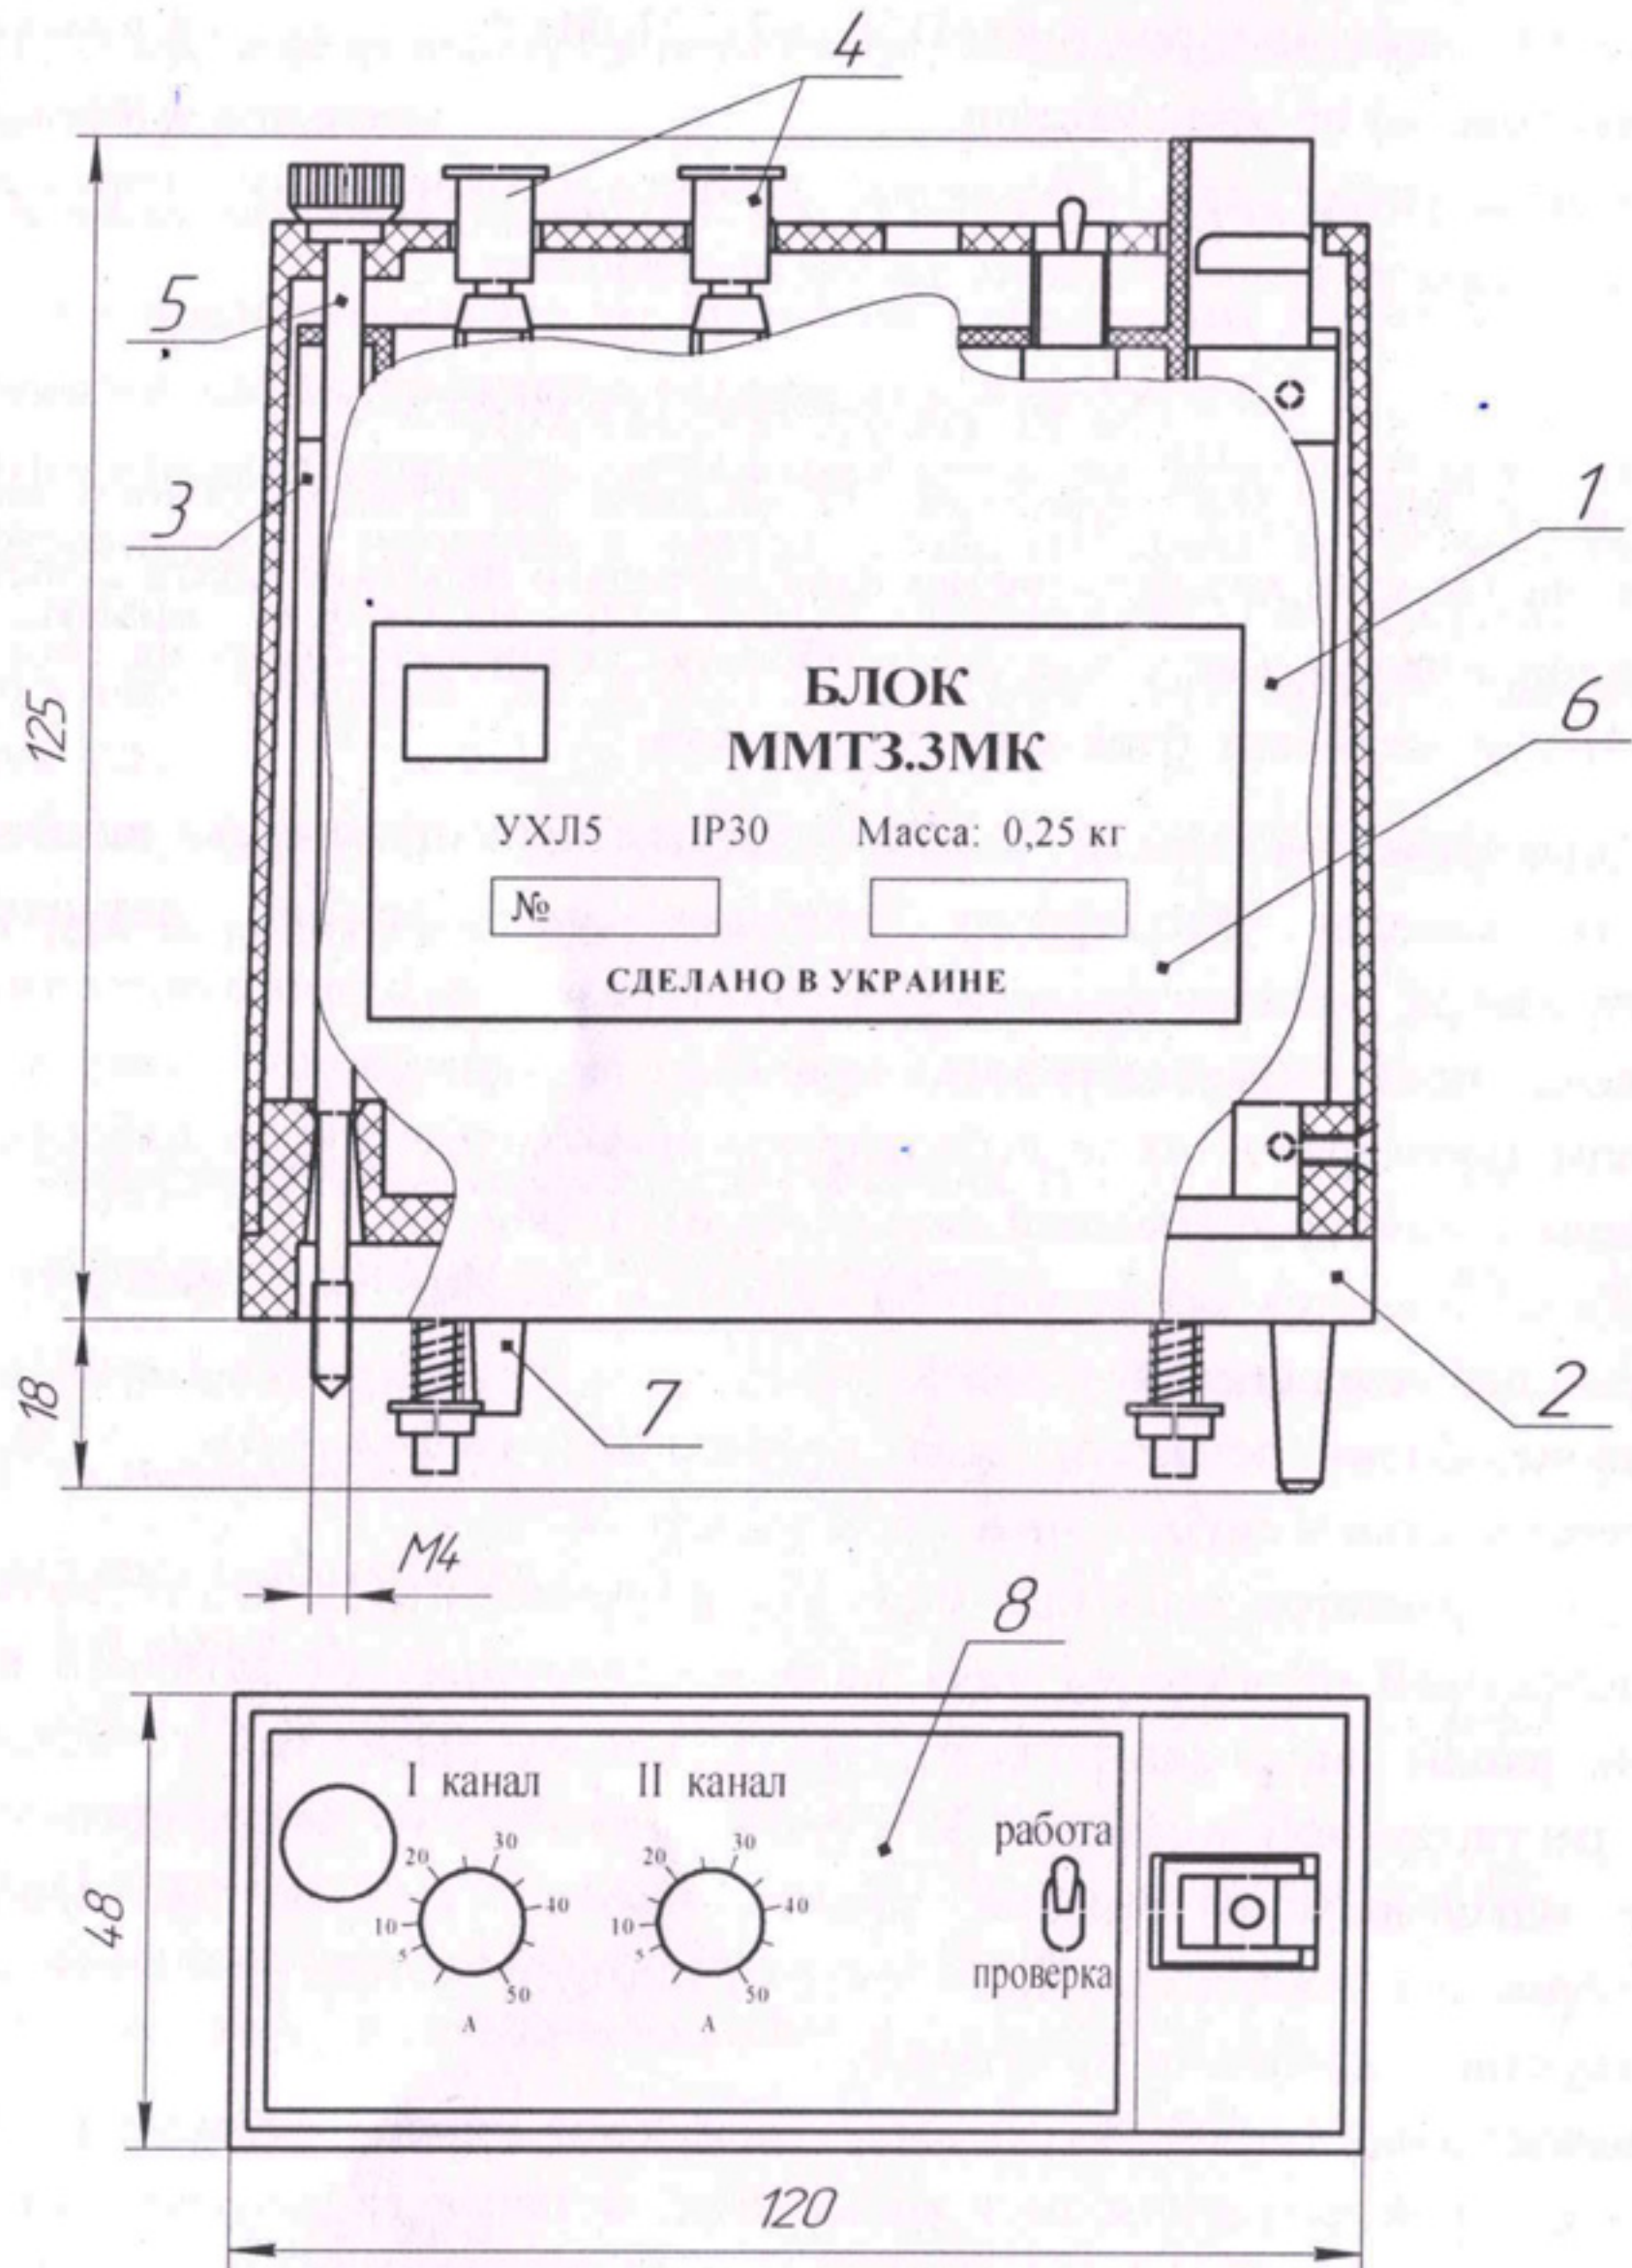

Рисунок 1 – Блок многоканальный максимальной токовой защиты
| - блока ММТЗ – см. рисунок 1; | |
4.1 Блок ММТЗ.3МК (рисунок 1) состоит из пластмассового корпуса и основания, на котором крепится вилка соединителя и печатная плата с элементами. На основании имеется ключ для безошибочной установки блока на свое место в аппарате. После установки блок крепится винтом.